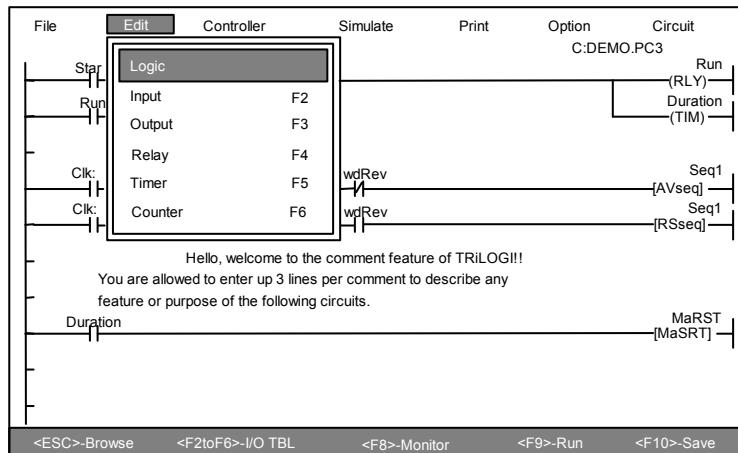

図2.4
10. メインメニューに戻るために<ESC>キーを押してください。そしてエディット [Edit] メニューにセレクションバーを合わせ<Inter>キーを押して、図 2.4 の様にエディット [Edit] メニューをプルダウンしてください。